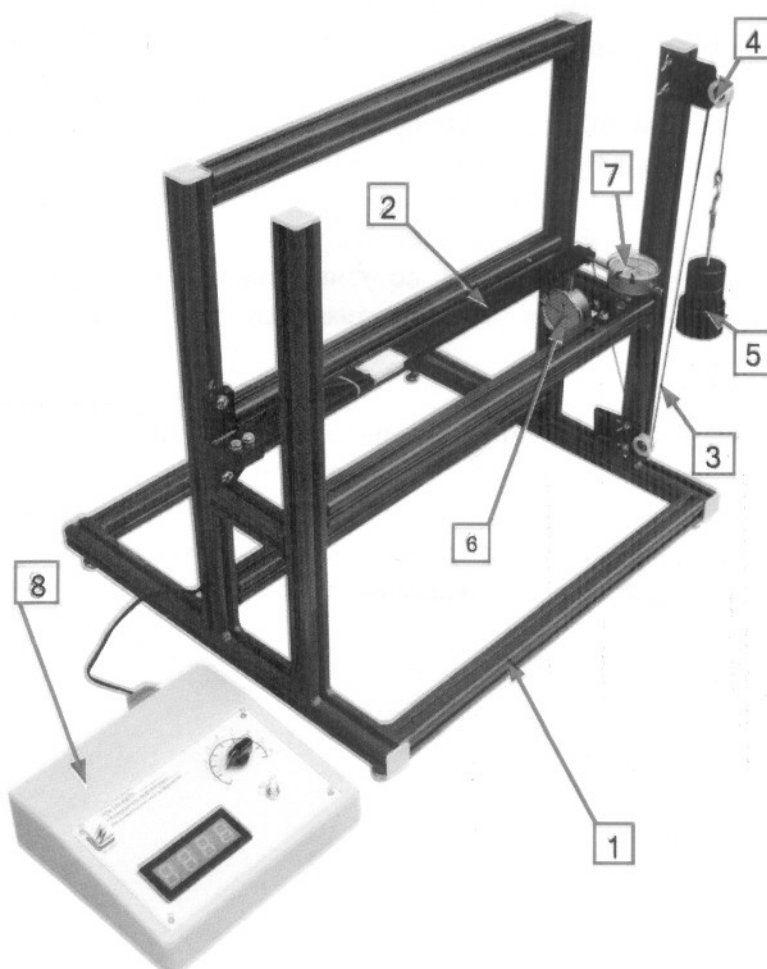

Рисунок 1
4.1 Конструктивно стенд выполнен в виде сборного основания 1 (рисунок 1), на кронштейне которого левым концом жестко закреплена исследуемая балка 2. К правому концу балки прикреплен трос 3, натянутый с помощью роликов 4. Натяжение троса создается грузом 5. Под действием силы, приложенной со стороны троса, балка 2 деформируется. Перемещение левого конца балки в вертикальной и горизонтальной плоскостях фиксируется индикаторными головками 6 и 7 соответственно. На балке на некотором расстоянии от свободного конца